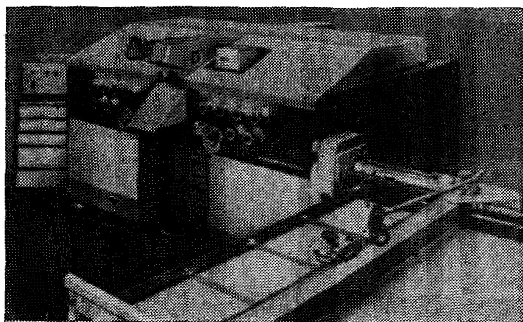

Рис. 39. Стереометрограф
7.11. Стереометрограф (рис. 39) — универсальный прецизионный стереофотограмметрический прибор, предназначенный для графической и цифровой обработки материалов аэрофототопографической и фототеодолитной съемок. Применяется для составления топографи-